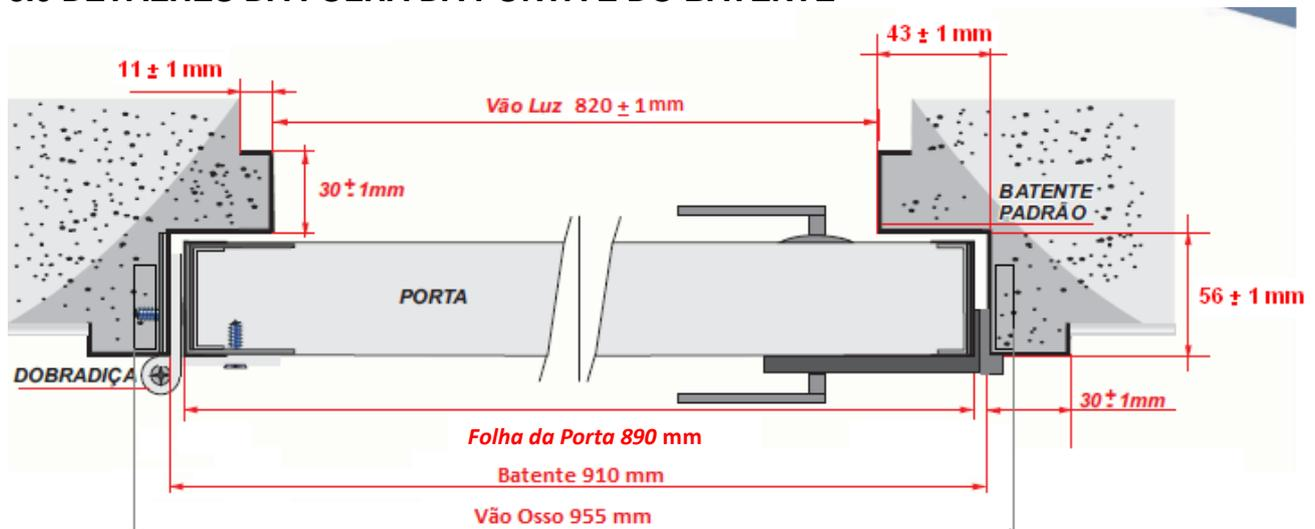
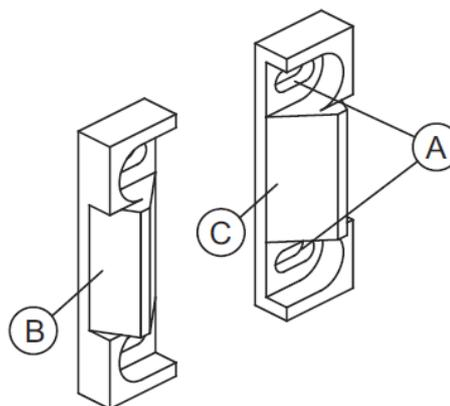

Figura 9 – Detalhe do batente e da porta (89cm) instalada na alvenaria.
Figura 17 – Lados de apoio da fechadura.
**9.3.1** Colocar o reverso do marco de modo que o seu centro coincida com o centro da maçaneta. O reverso possui dois lados do apoio (B e C ver figura 17), utilize aquele que melhor se adaptar ao batente. Caso ser necessário, utilizar os suplementos proporcionados. O reverso possui duas corredeiras para o ajuste com a maçaneta. Ver figura 9, detalhe A.